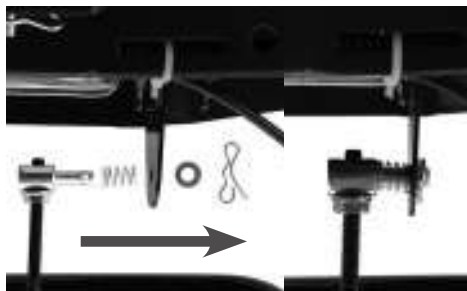

Рис. 14 Подключение троса к рычагу переключения передач
- установите верхний конец тяги с регулировочным механизмом в отверстие рычага переключения передач, как показано на Рис. 14 и зафиксируйте тягу шплинтом;